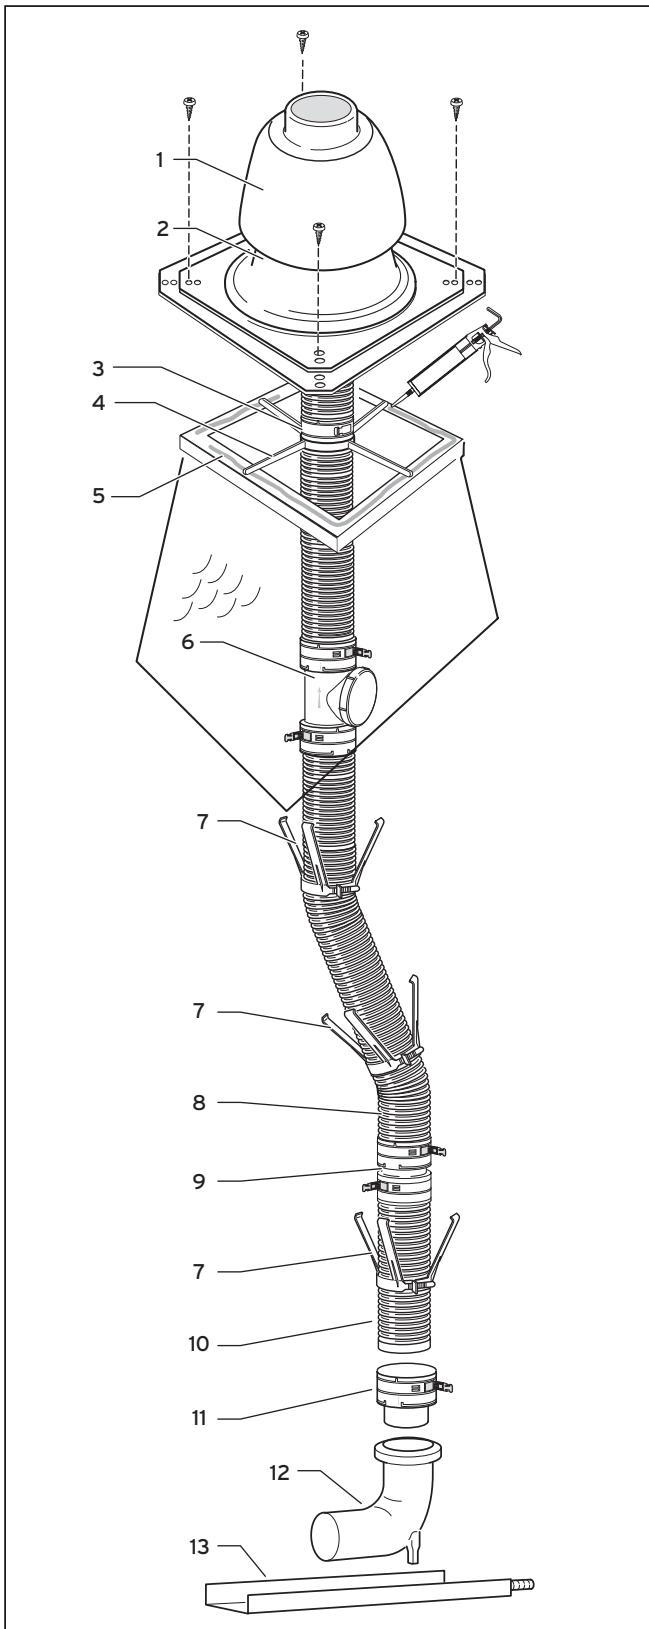

Рис. 6.36 Системная конструкция гибкого выпускного газопровода
- Надвиньте нижний конец выпускного газопровода (10) до упора во вставной элемент (11) и закрепите его защелкивающимися запорами.
- Монтируйте распорки (7, см. рис. 6.36) на расстоянии максимум 2 м на выпускном газопроводе.
- Закрепите основание шахтной насадки (2, рис. 6.36) четырьмя болтами на краю устья.